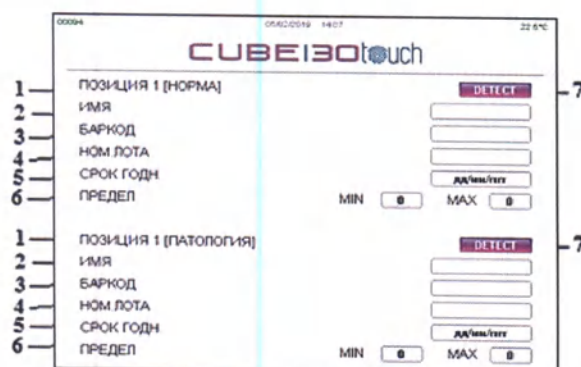

Рисунок 40. Функция контроля качества
2. Выберите опцию контроля качества (QC) из меню Установки (Рисунок 40).